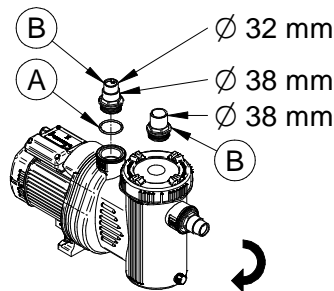

Fig. 203
1. Plaats de o-ringen (Fig. 203, # A) in de zittingen (Fig. 203, # B).
27. Draai de twee zittingen (Fig. 203) op de aanzuiging en de terugvoer van de pomp aan.